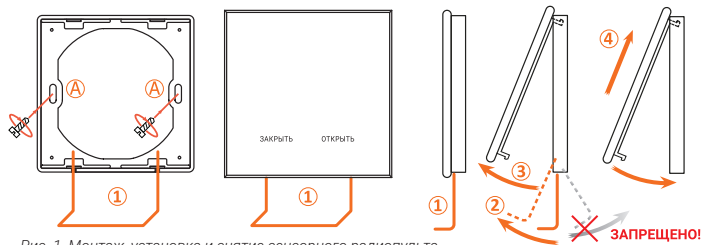

Рис. 1. Монтаж, установка и снятие сенсорного радиопульта
• Закрепите на стене специальную пластиковую рамку с помощью двух саморезов в отверстия (A) рис. 1 или приклейте ее на ровную поверхность с помощью двухстороннего скотча (входит в комплект).
ВНИМАНИЕ! При подключении электроприводов GIDROLOCK WINNER по схеме «ведущий—ведомые» убедитесь в отсутствии установленных джамперов (2) во всех соединяемых электроприводах серии GIDROLOCK WINNER (рис. 1 и фото 6).
ВНИМАНИЕ! При объединении в систему нескольких электроприводов серии GIDROLOCK WINNER для дистанционного управления водоснабжением выключатель с фиксацией положения (фото 22-24) подключается к клемме **FUN** только ведущего шарового электропривода (3, рис.1).